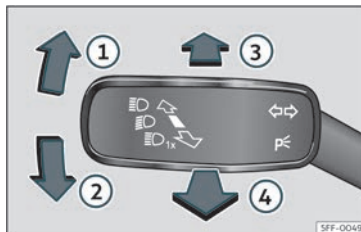

Fig. 86 Palanca d'intermitents i de llum de carretera.
• Des de la posició base, premeu cap endavant la palanca dels intermitents i llum de carretera»» **fig. 86** ③. Quan es mostri l'indicador  a la pantalla del quadre d'instruments, l'assistent del llum de carretera estarà connectat.
• **O BÉ:** amb el llum de carretera connectat, estireu cap enrere la palanca dels intermitents i del llum de carretera»» **fig. 86** ④.